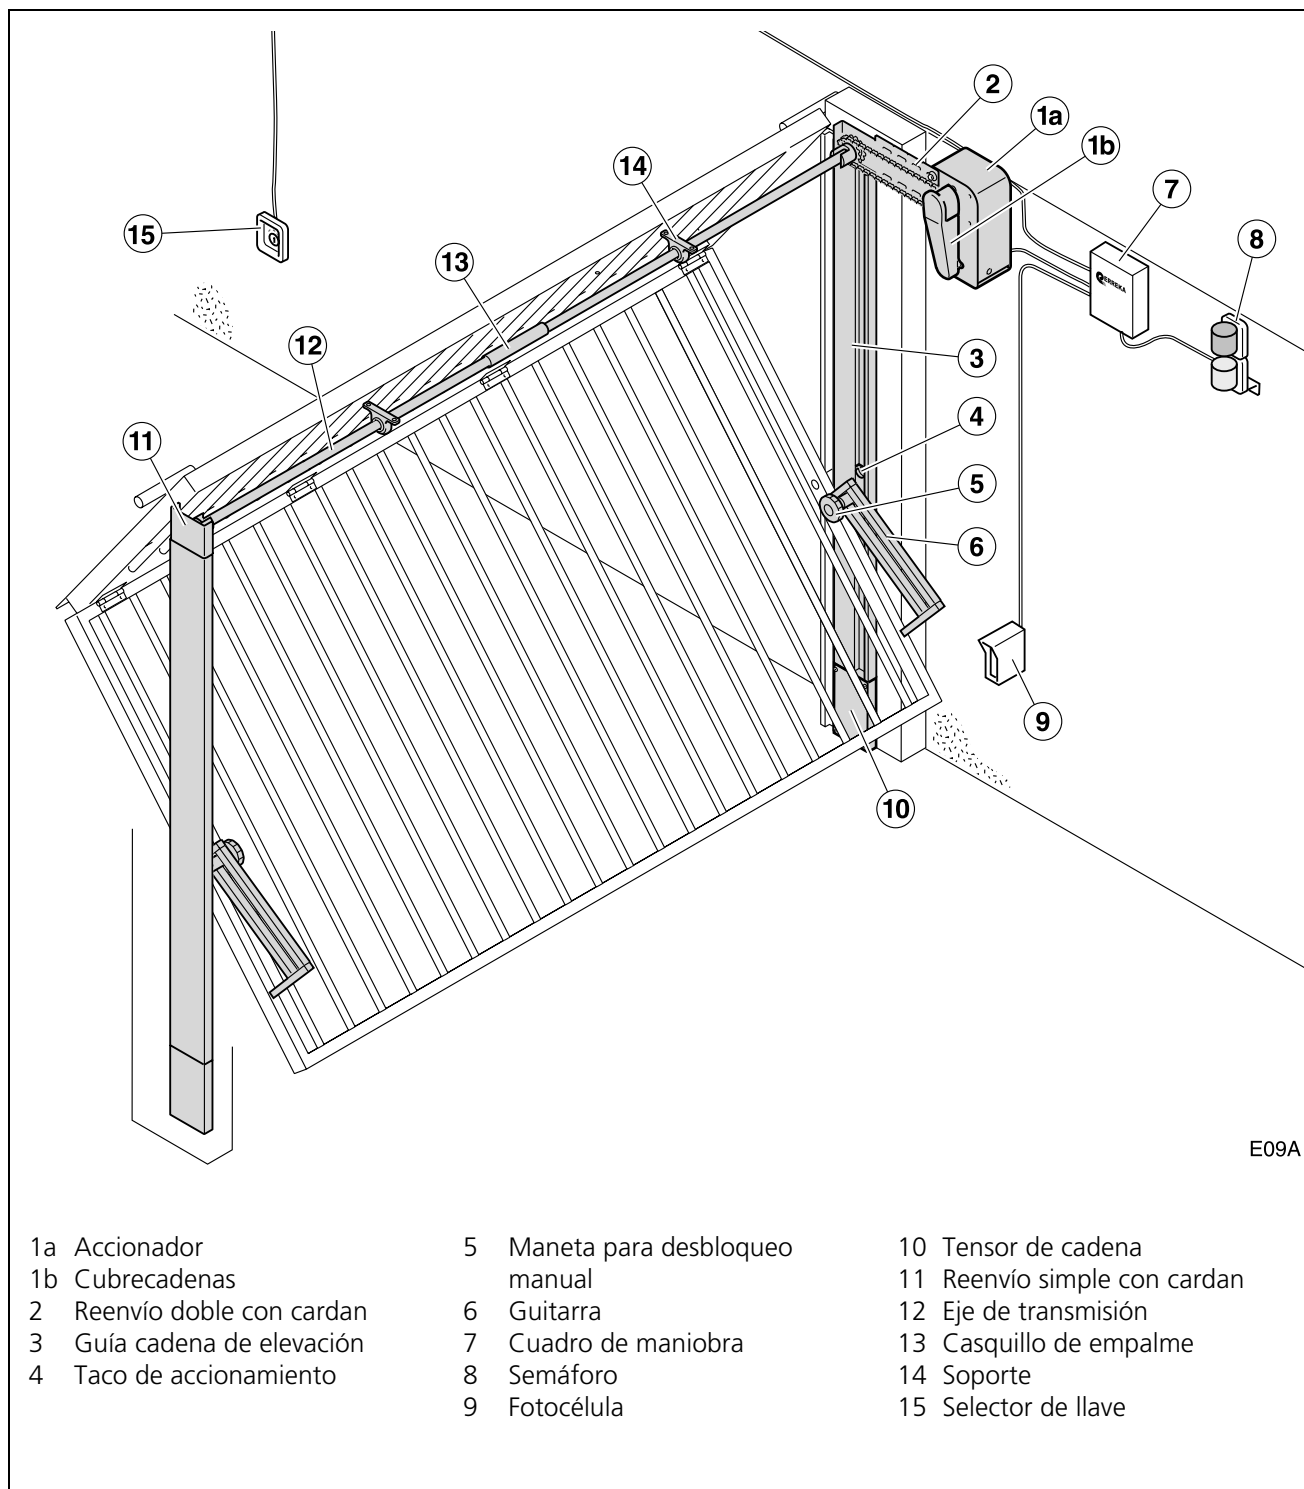

Fig. 1 Elementos de la instalación completa
- ℹ Para más información, vea "Fig. 1 Elementos de la instalación completa" en la página 3.
- 2 Compruebe que el contenido del paquete está completo. Debe incluir el accionador (1a) y el cubrecadenas (1b) (ver "Fig. 1 Elementos de la instalación completa" en la página 3). El resto de elementos se suministran por separado.